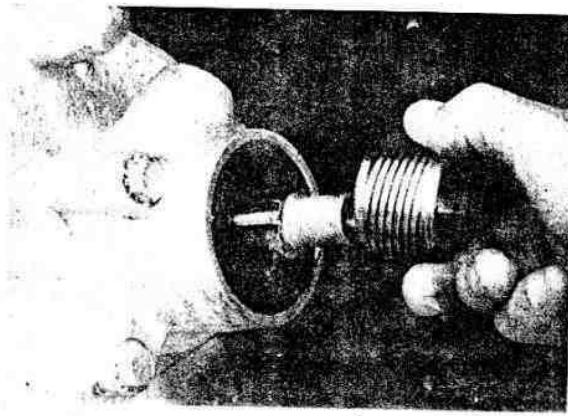
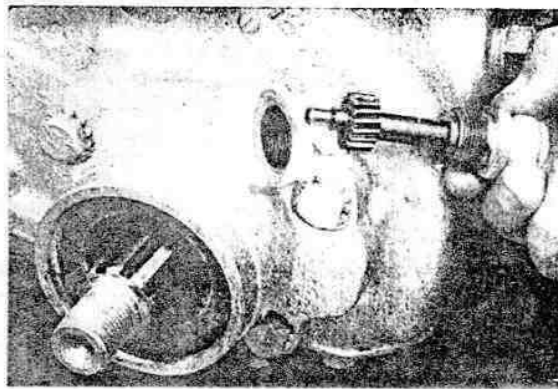

Fig. 176. — Instalando el engranaje sinfín del velocímetro.
Fig. 177. — Instalando el piñón del velocímetro.
16) Ubicar el engranaje sinfín del velocímetro en el eje principal (Fig. 176) y por el agujero correspondiente en la extensión, el piñón del velocímetro y su tapón (Fig. 177).